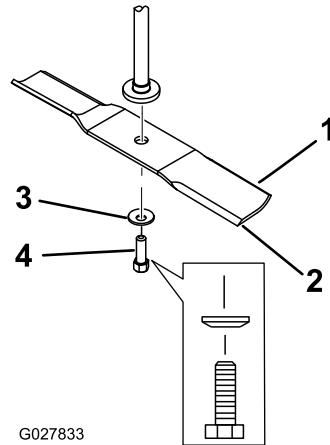

Figura 65
2. Retire a cavilha da lâmina, a anilha curva, e a lâmina do eixo (Figura 65).
1. Instale lâmina no eixo (Figura 65).
2. Instale a anilha curva (lado oval virado para a lâmina) e o parafuso da lâmina (Figura 65).